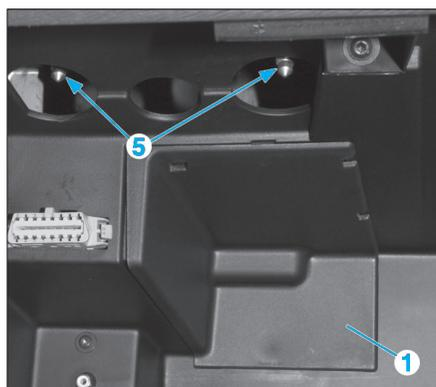

Fig. 6
- Dégrafer la trappe d'accès (1) au connecteur de l'airbag frontal passager (Fig.6).
- Déposer les écrous (5) de l'airbag frontal passager à l'aide d'une douille longue (Fig.6).